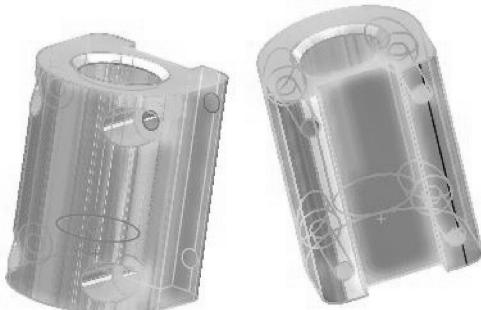

图 5-50 选择范围
- 14 在【自动尺寸方案】属性面板的【范围】选项区中选择【所选特征】单选按钮，然后选择如图 5-50 所示的以下面。